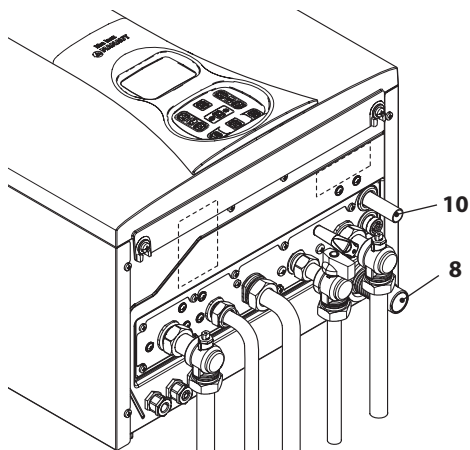

Figura 5.4
- Conectar la descarga de la válvula de seguridad 10 en la Figura 5.4 a un cono de desagüe.
- Introduzca el tubo flexible de descarga de condensado 8 (Figura 5.4) en el conducto de desagüe de condensado doméstico o en el embudo de descarga de la válvula de seguridad, siempre que el desagüe sea apto para recibir condensado ácido.